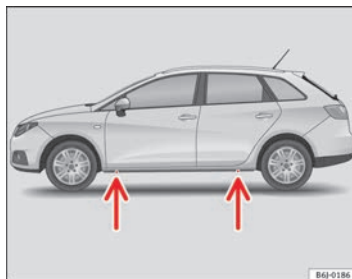

Abb. 133 Aufnahme-
- Suchen Sie den Aufnahmepunkt am Unterholm, der dem zu wechselnden Rad am nächsten liegt ⇒ Seite 216, Abb. 133.
Am Unterholm kennzeichnen jeweils vorn und hinten Eindrückungen die Stellen, an denen der Wagenheber angesetzt werden darf ⇒ Seite 216, Abb. 133. Es gibt für jedes Rad genau eine Stelle. An anderen Stellen darf der Wagenheber nicht angesetzt werden.